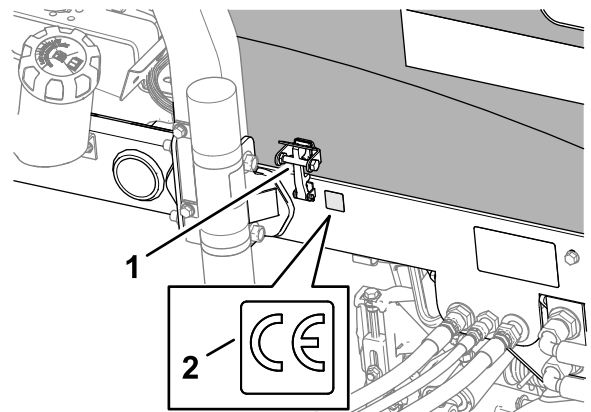

Bild 38
3. Reinigen Sie den linken Rahmen in der Nähe des Motorhaubenriegels mit Alkohol und lassen Sie den Rahmen trocknen (Bild 38).
4. Entfernen Sie die Schutzfolie und bringen Sie den CE-Aufkleber, Bestellnr. 133-8095, am Rahmen an, wie in Bild 38 dargestellt.